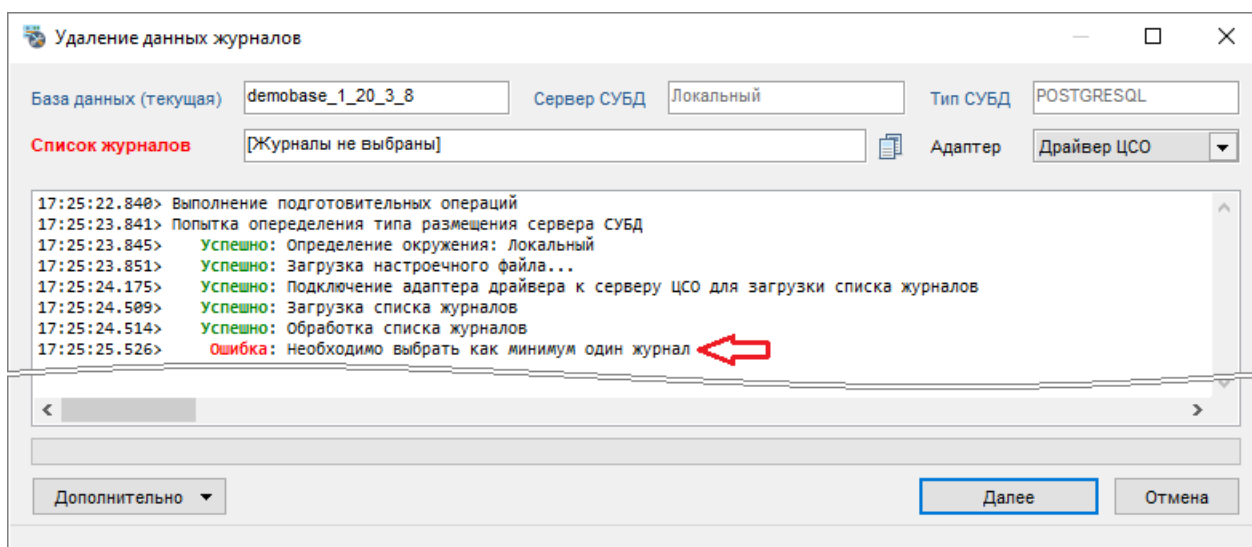

Рисунок 4-73 Отображение ошибки в окне "Удаление данных журналов"
- 3) при отображении в протоколе ошибок (см. Рисунок 4-73) внесите необходимые изменения и нажмите кнопку «Далее»;